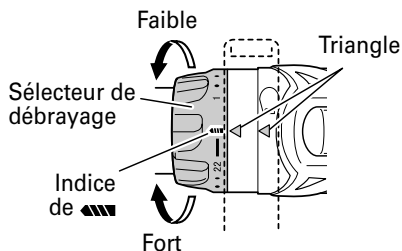

Fig. 10
8. Vérification de la position du sélecteur de débrayage (Voir Fig. 10).
- (2) Indication du couple de serrage (Voir la Fig. 10)
- (3) Réglage du couple de serrage (Voir Fig. 10)